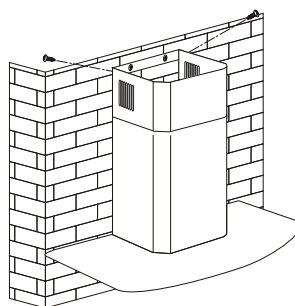

Bild. 7
- Lyft upp den övre kanalen till taket och fixera den vid fästet med hjälp av de två skruvarna (Bild 7).